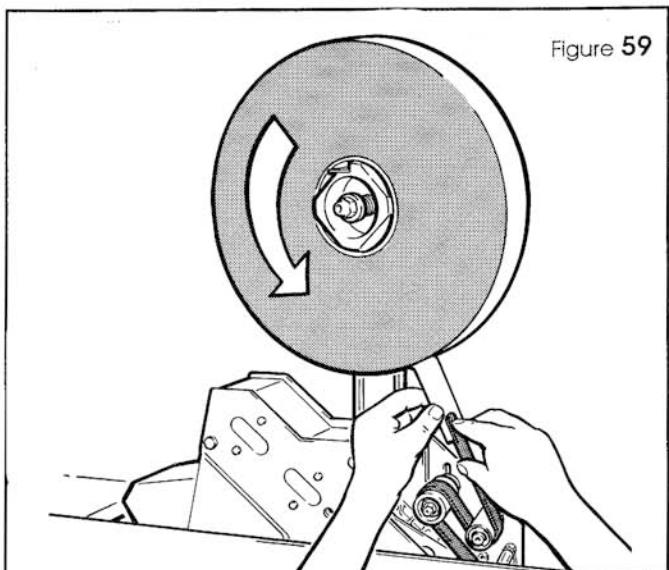

Figure 59
- Appliquer l'extrémité du ruban sur l'extrémité inférieure de l'aiguille de filetage, comme indiqué sur la Figure 59.